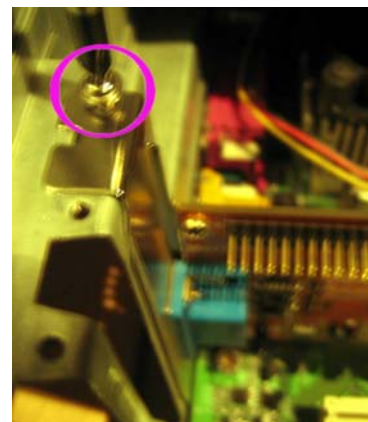

Abbildung 110: Grafikkarte am Gehäuse festschrauben
3. Danach kann die Karte am Gehäuse festgeschraubt werden, siehe Abbildung 110.